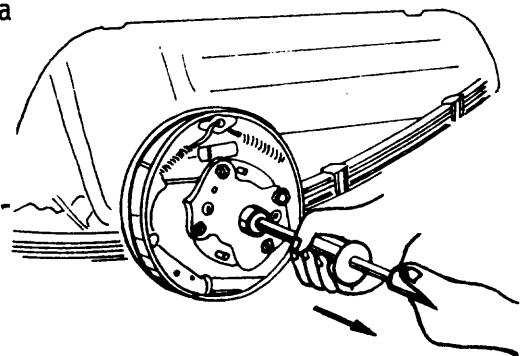

Fig. 2
- b Instale la herramienta de extracción del semieje (fig.2).